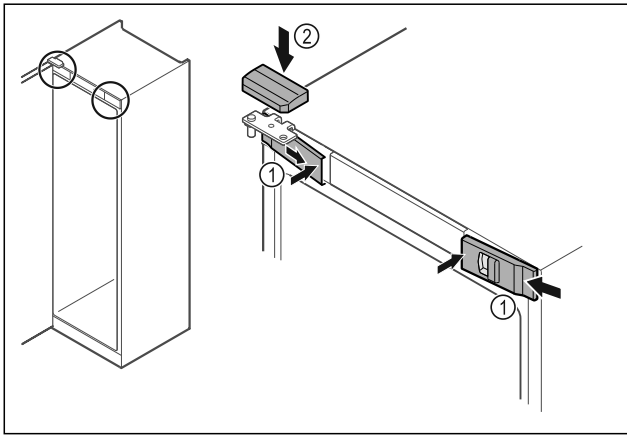

Fig. 45
- Vordere Abdeckungen Fig. 45 (1) seitlich einhaken und innen aufrasten.
- Obere Abdeckung Fig. 45 (2) von oben aufrasten.